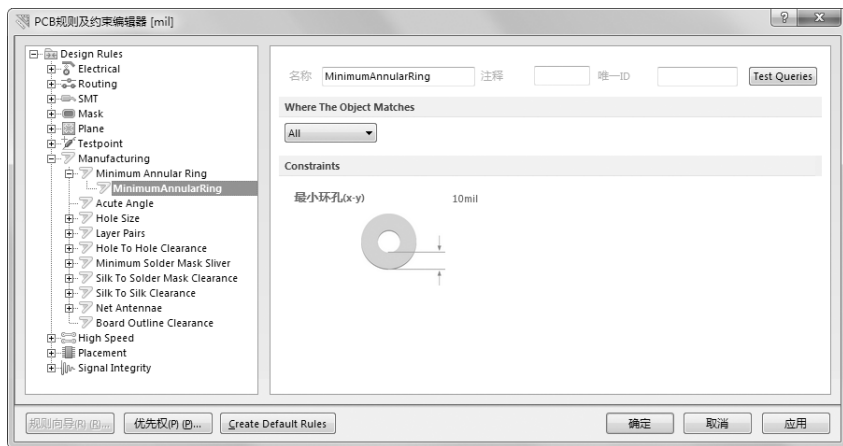

图 9-25 “Minimum Annular Ring”规则的设置对话框
(1) “Minimum Annular Ring”（最小环孔限制规则）：用于设置环状图元内外径间距下限，如图 9-25 所示为该规则的设置对话框。在 PCB 设计时引入的环状图元（如过孔）中，如果内径和外径之间的差很小，在工艺上可能无法制作出来，此时的设计实际上是无效的。通过该项设置可以检查出所有工艺无法制作出来环状物。默认值为 10 mil。